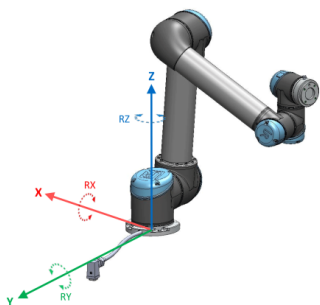

Figura 16.1: Recurso de base
- O Recurso Base está localizado com origem no centro da base do robô (consultar a figura 16.1)